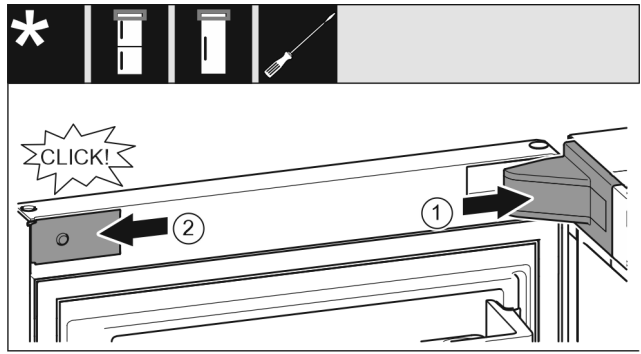

Fig. 23
- Lagerbokafdekking Fig. 23 (1) plaatsen en vastklikken, evt. voorzichtig uit elkaar drukken.
- Panelen Fig. 23 (2) aan de zijkanten plaatsen en vastklikken.